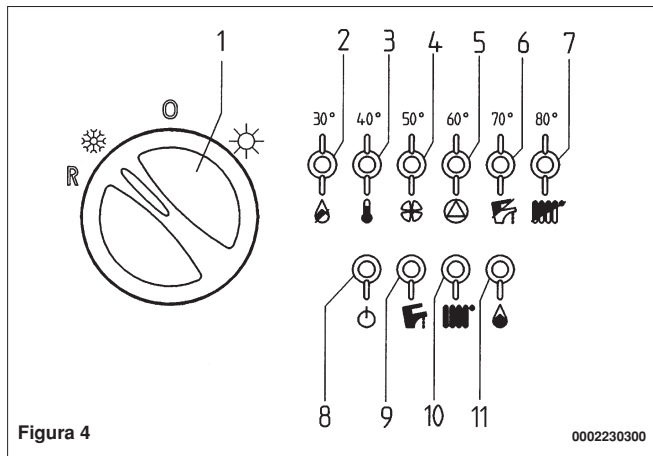

Figura 4
Avvertenza: In fase di prima accensione, finché non viene scaricata l'aria contenuta nella tubazione del gas, si può verificare la non accensione del bruciatore ed il conseguente blocco della caldaia. Si consiglia in questo caso di ripetere le operazioni di accensione, fino all'arrivo del gas al bruciatore, posizionando momentaneamente la manopola (1) in **(R)** (vedere anche figura 4).
Advertencia: En fase de primer encendido, hasta que no se haya descargado el aire contenido en la tubería del gas, es posible que el quemador no se encienda, con consiguiente bloqueo de la caldera. En este caso se aconseja repetir las operaciones de encendido, hasta que el gas llegue al quemador, ubicando momentáneamente el botón (1) en **(R)** (véase también figura 4).